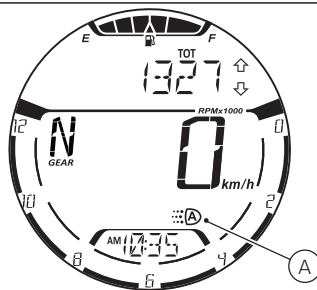

Fig. 20
Es posible apagar las luces DRL configurándolas en “MANUAL” mediante el pulsador (5) que se encuentra en el conmutador izquierdo. Presionando de nuevo el pulsador (5), las luces DRL vuelven a encenderse configurándose en “AUTO”. Cuando las luces DRL se configuran en “AUTO”, en el display se visualiza el símbolo (A, Fig. 20)
Si la luz DRL se encuentra en esta modalidad, al poner en marcha el motor, la luz DRL se apaga automáticamente y se enciende la luz de cruce si el salpicadero detecta escasas condiciones de luz (NIGHT). En cambio, si el salpicadero detecta una buena condición de luz (DAY), la luz DRL permanece encendida y la luz de cruce apagada: en esta modalidad el salpicadero pasa automáticamente de la luz DRL a la luz de cruce y viceversa en base a las condiciones de luz externa detectada. En el display se visualiza el símbolo (A, Fig. 20).